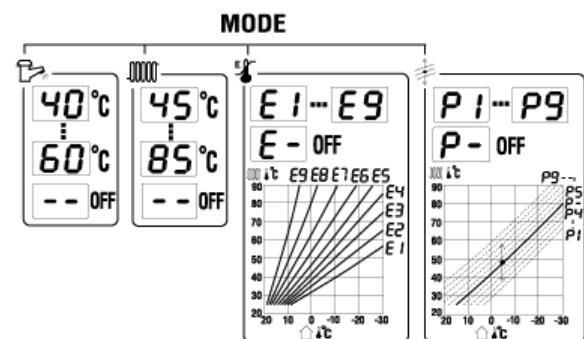

Рис. 2 – Изображение режимов настройки
Нажмите кнопку Bar/MODE – на дисплее изобразится буква Е с цифрами от 1 до 9 или с тире. Выбор эквивермической кривой проводится кнопками (7) и (8). Крутизна кривой повышается с настраиваемой цифрой (E1 < E9), см.рис. 2.